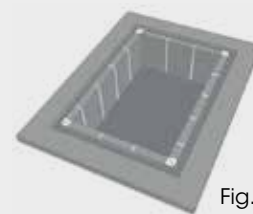

Fig. 3
- 4 Bajaremos líneas verticales por las paredes marcándolas con un cordel coloreado (azulete o similar). Fig. 3
- 4 Mark coloured vertical lines down the side of the walls (blue marking paint or similar). Fig. 3
- 4 Tracez vers le bas des lignes verticales sur les parois en les marquant à l'aide d'un cordeau coloré (bleu ou similaire). Fig. 3